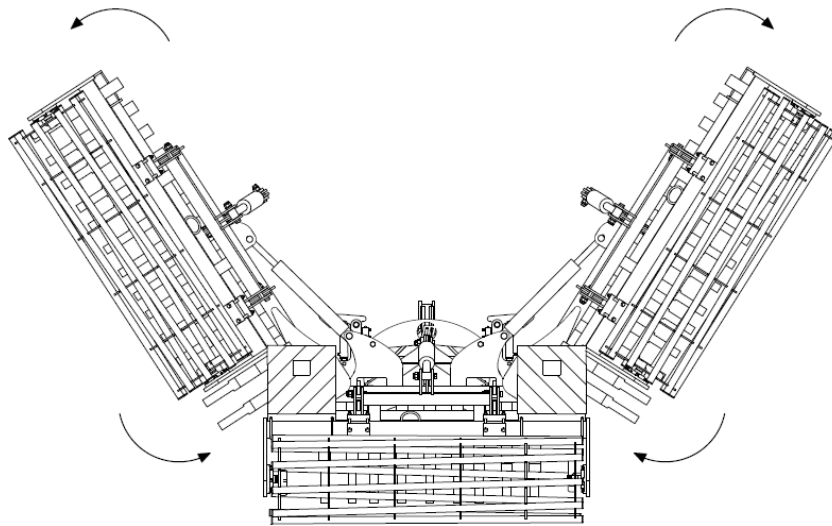

Abb. 7 Reihenfolge der Öffnung der Maschine: Öffnen der Maschine unter besonderer Berücksichtigung der Höhe der Armenden vom Boden.
4. Achten Sie beim Öffnen der Flügelarme der Maschine darauf, dass die Enden der Arme auf der richtigen Höhe sind, damit sie nicht am Boden hängen bleiben (Abb. 7).